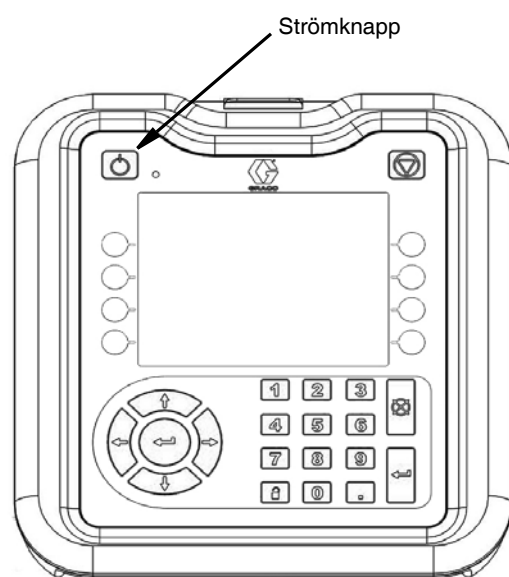

FIG. 24
- Aktivera ADM genom att trycka på den övre vänstra strömknappen. Se FIG. 24.